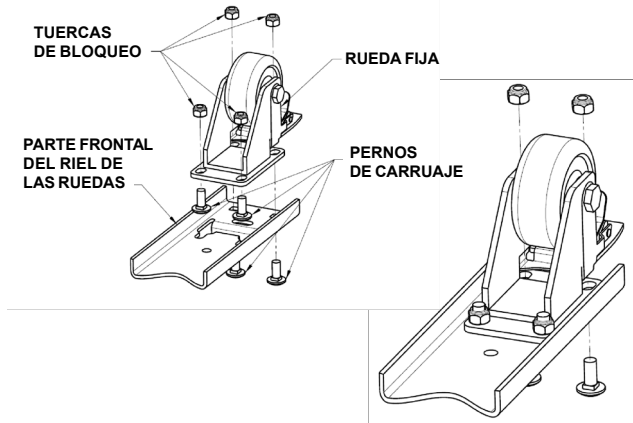

Fig. 3
- Coloque dos (2) pernos de carruaje a través del lado trasero (sin freno) de la rueda fija y sostenga los pernos de carruaje holgadamente en su lugar enroscándolos varias vueltas en las tuercas de bloqueo. No apriete los pernos todavía.
- Inserte los dos (2) pernos de carruaje delanteros a través del lado superior del riel de las ruedas y luego a través de los agujeros delanteros de la rueda. Fije las tuercas de bloqueo a cada perno.
- Apriete bien todas las tuercas de bloqueo usando una llave abierta o de cubo de 1/2" (vea la Fig. 3).